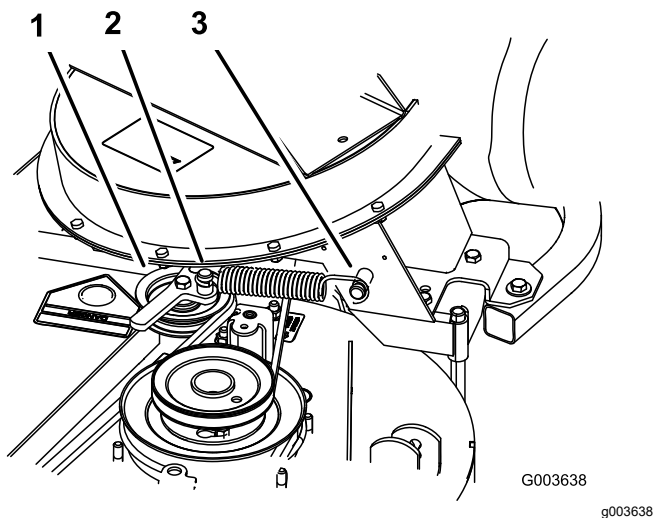

Figura 43
6. Instale a mola como se mostra na Figura 43.